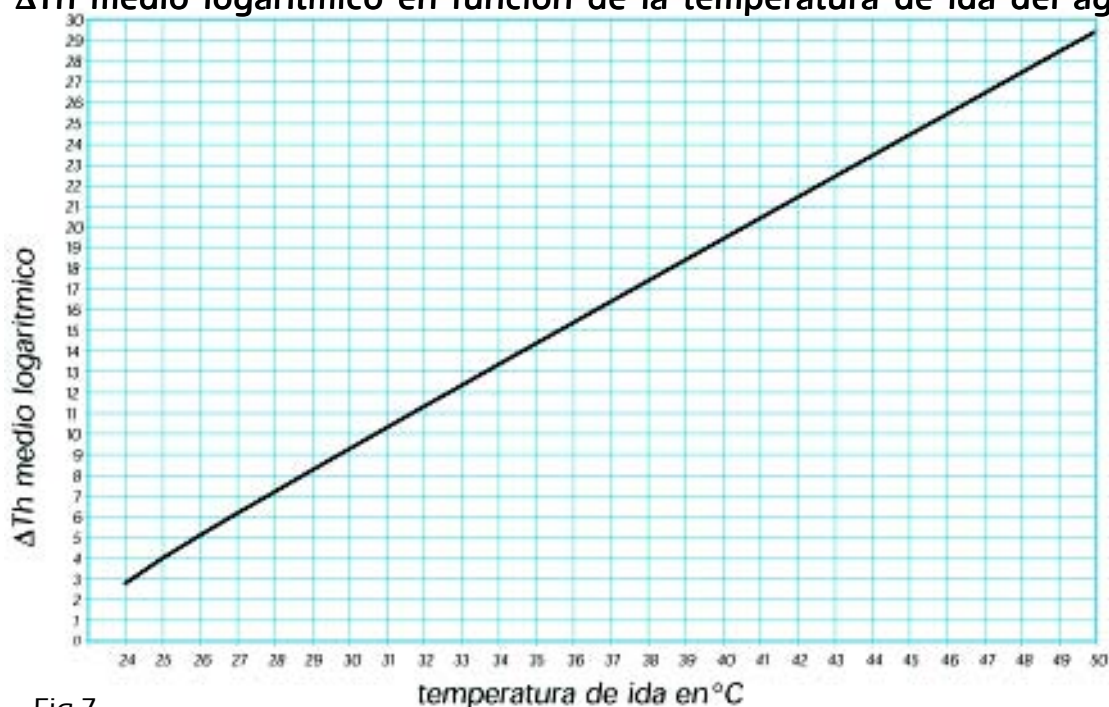

Fig.7.
- Se establece cual debería ser la temperatura máxima de ida de la instalación (por ejemplo 45°C) y se lleva al diagrama de la fig.7, 8 ó 9, según que la temperatura ambiente prevista para el local sea de 18, 20 ó 22°C respectivamente.